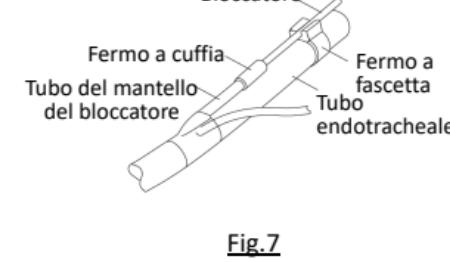

Fig.7
5. Girare il paziente sul lato, controllare la posizione della cuffia del bloccatore sotto broncoscopia, e fissare l'asta del bloccatore sul tubo endotracheale usando il fermo a fascetta (Fig. 7).
- Agganciare il bloccatore sul fermo a fascetta sul tubo endotracheale (Fig. 7).